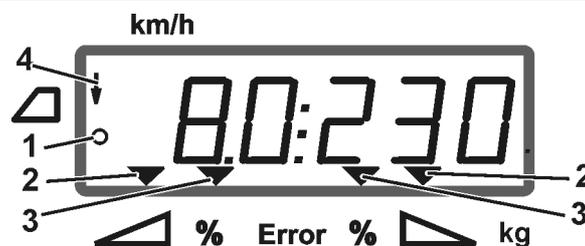

Fig. 6
- el **AMADOS⁺** recibe los impulsos para el cálculo del tramo (Fig. 6/1),
- las correderas de cierre están abiertas (Fig. 6/2).
- La dispersión en límite se indica mediante una flecha en la pantalla (Fig. 6/4).
- En la pantalla de trabajo, los símbolos triangulares (Fig. 6/3) indican el cambio de la dosis de aplicación.